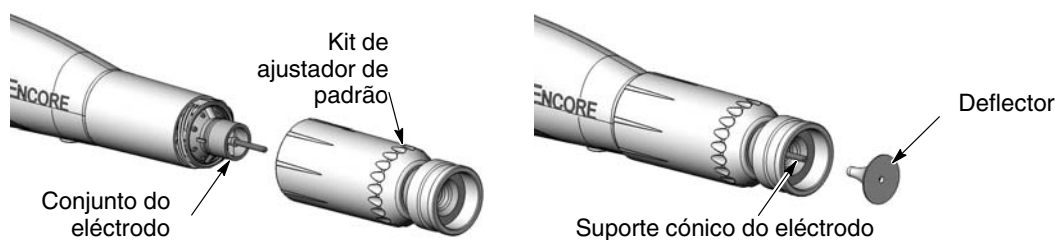

Figura 4-8 Montagem do kit de ajustador de padrão
3. Consulte a figura 4-8. Monte o bico cónico integral no conjunto do eléctrodo e enrosque a porca do bico no sentido dos ponteiros do relógio até ficar apertada à mão